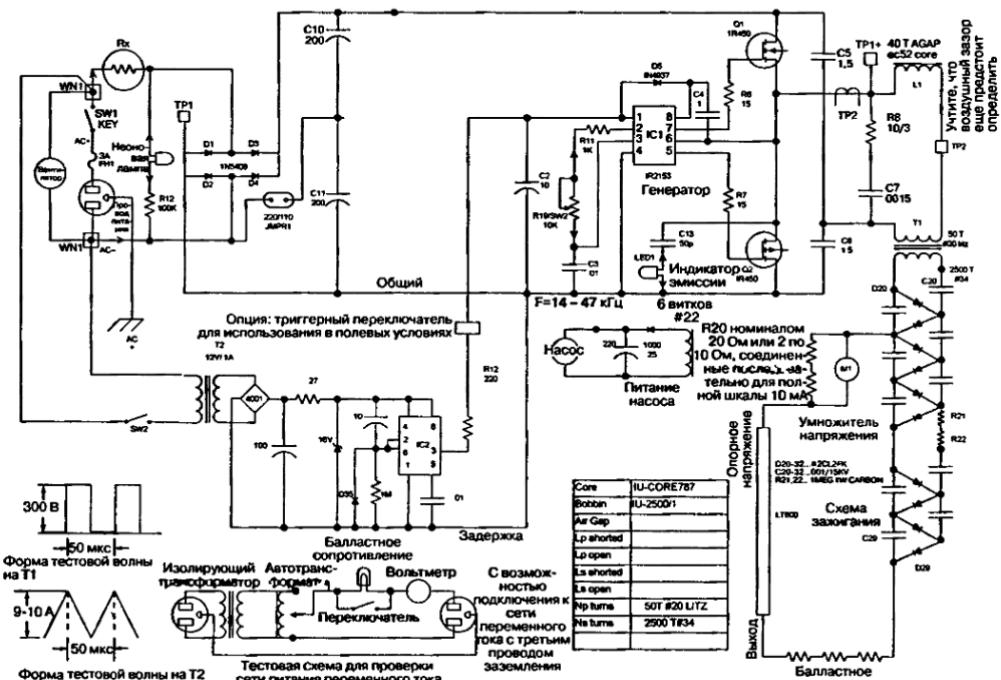

Рис. 8.3. Принципиальная схема лазера
Как показано на рис. 8.3, переключатель SW1 подает питание в первичную цепь схемы и на охлаждающий вентилятор FAN. Плавкий предохранитель FH1/FS1 защищает основную цепь от перенапряжения. Индикаторная неоновая лампа NEON предназначена для индикации включения первичной цепи схемы. Последовательно с ней включен токоограничивающий резистор R12, и лампа загорается, когда включается SW1. Пиковый ток заряда конденсаторов C10 и C11 ограничивается резистором RX. Конденсаторы C10 и C11 сглаживают пульсации выпрямленного напряжения с выхода выпрямителя на полупроводниковых диодах D1, D2, D3, D4, собранного по мостовой схеме для случая работы с сетью 220 В переменного тока. При сети 115 В переменного тока используются только диоды D1 и D3 и перемычка JMPR1, которая закорачивает диоды D2 и D4, то есть исключает их из работы, образуя схему удвоения напряжения. Выходное напряжение конденсаторов C10, C11 является напряжением постоянного тока 300 В и имеет 2 вывода: положительный и отрицательный полюс. Напряжение 300 В необходимо для питания двухтактной схемы на металлоксидных полевых транзисторах Q1 и Q2 (MOSFET).
который подает питание на понижающий трансформатор T2. Гасящий резистор R28 и стабилитрон Z1 защищают, в свою очередь, выход 12 В постоянного тока от перенапряжения. Таймер IC2 управляет работой задающего генератора IC1, который вырабатывает частоту 20 кГц с периодом повторения 50 мкс (см. рис. 8.3) для управления двухтактным ключевым каскадом на Q1 и Q2, нагруженным на первичную обмотку трансформатора T1. Таймер IC2 в данной схеме работает не как генератор, а является моностабильным переключателем с задержкой, определяемой постоянной времени конденсатора C31 и резистора R27. Задержка при показанных номиналах элементов составляет 10 с и необходима для того, чтобы устройство питания отвечало требованиям Бюро радио и здоровья (Bureau of Radio and Health, BRH) по уровню помех в цепи питания1. Таким образом, контролируется высокое напряжение, поскольку IC2 подает питание на генератор IC1. Конденсатор C2 обеспечивает высокое мгновенное значение тока для выходных импульсов и должен располагаться физически близко к IC1.
2. Соберите печатную плату источника питания, как показано на рис. 8.5. В данном проекте используется готовая печатная плата PCB, которую можно приобрести через [www.amazing1.com](http://www.amazing1.com). Более опытные конструкторы могут при желании изготовить собственную печатную плату или использовать макетную плату. При этом необходимо обратить особое внимание на широкие дорожки печатной платы по ее краям, поскольку они показывают цепь питания и поэтому потребуют использования в макетной плате провода большего сечения шины – #18. Маркировка на плате PCB включает и несуществующие для данной схемы, но используемые в других схемах надписи, обозначающие места расположения элементов. В данном проекте используются только те элементы, которые показаны на схеме (см. рис. 8.3) и перечислены в спецификации в конце главы. Поэтому проявляйте аккуратность в установке компонентов схемы источника питания лазера на плате PCB.